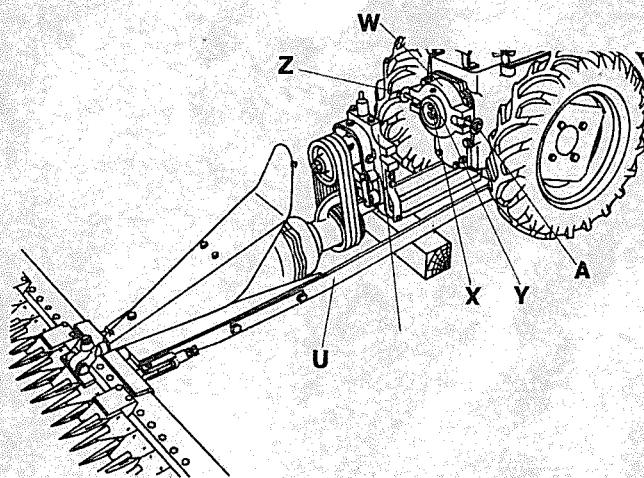

Fig.8
2. Montage des Mähapparates (Fig.8)
2. Montage de l'appareil faucheur (fig.8)
2. Montaggio dell'aggregato falciante (fig.8)